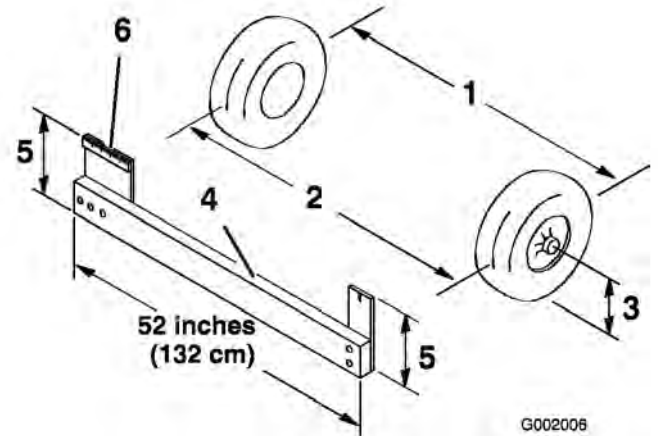

図 55
4. 前輪の前と後ろで、左右のタイヤの中央線間距離を測る；計測はアクスルの高さで行う（図 55）。前輪の後ろで、ア
クスの高さで測定を行うには市販または手製のトーイン測定器が必要となる。前後の計測とも同じ道具を使用し、アクスの高さで正しく測定すること（図 55）。